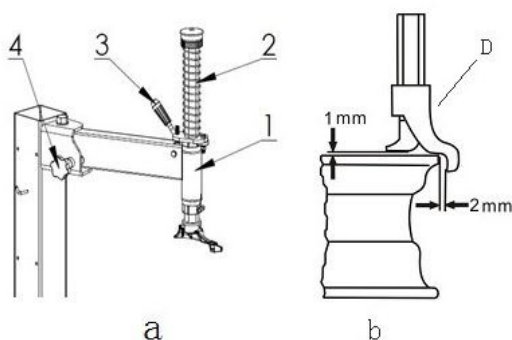

Fig.16
- Rabatez le bras oscillant 1 et ajuster le, (fig.16-a), puis rabaissez colonne verticale (2) tout en s'assurant que la tête de montage se positionnement correctement contre la jante, verrouillez le colonne verticale à l'aide du verrou 3 tout en s'assurant que la tête soit à 1-2mm de la jante (Fig.16-b). Puis ajustez l'écart la tête de montage à l'aide de la butée 4 comme indiqué sur la Fig16-b.